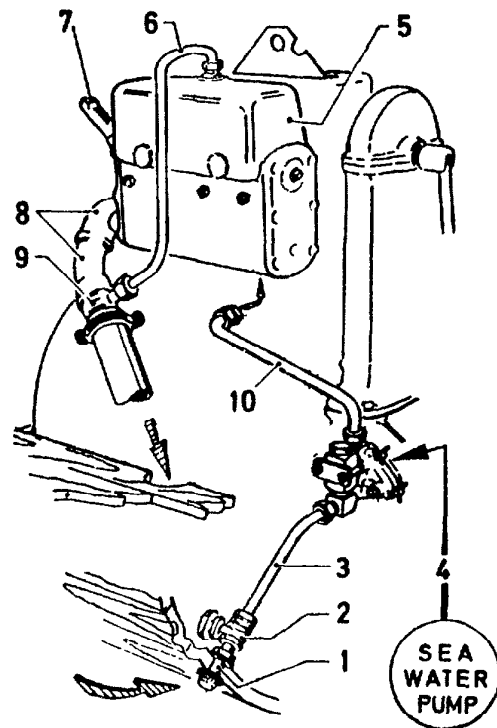

Fig. 35
Normalt ledes alt overbordvann ut gjennom eksosen (se fig. 35) via rør (6) og slangennippel (9) (våt eksos).